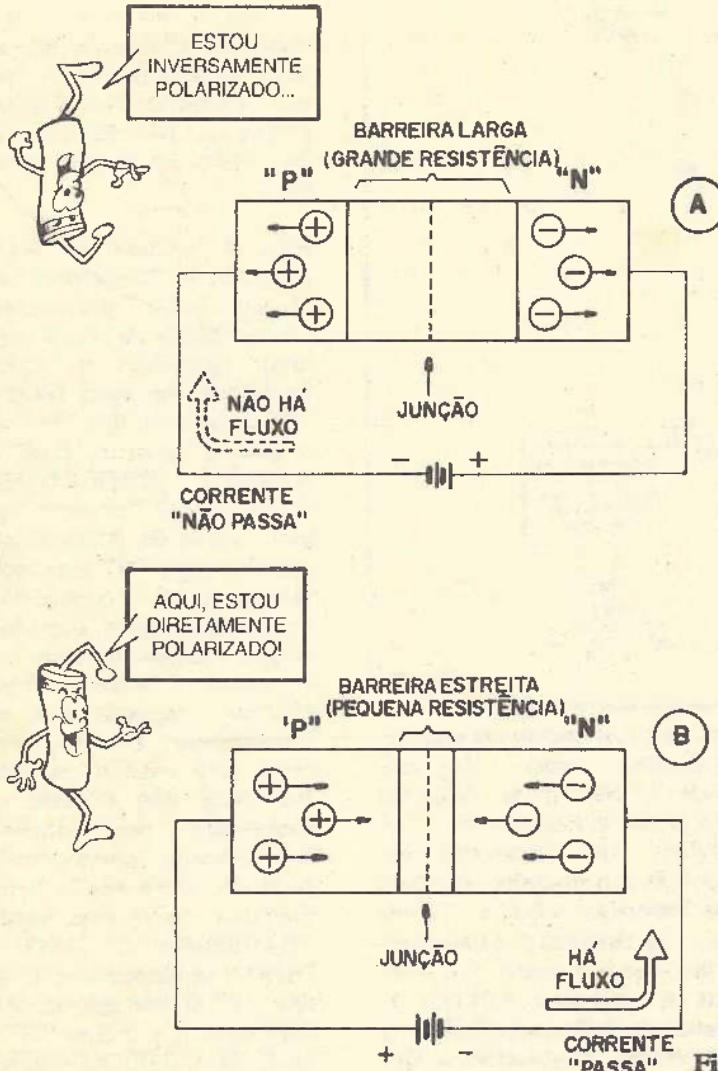

Fig. 10
- FIG. 10 - As razões do DIODO permitir a passagem da corrente num sentido, e "proibir" no oposto. Vamos ver duas condições opostas de polarização do DIODO: